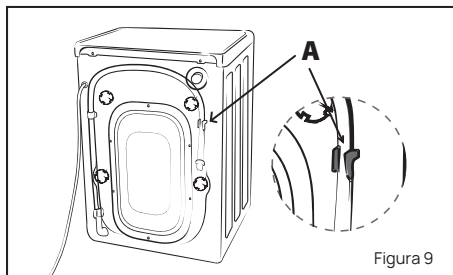

Figura 9
- Desenganche la manguera de desagote sólo de la abrazadera A. Ver figura 9